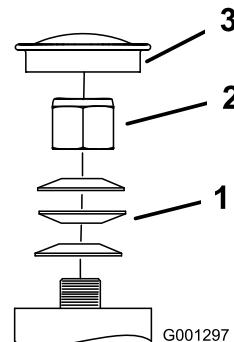

Figure 42
3. Retirez le capuchon anti-poussière de la roue pivotante et serrez le contre-écrou (Figure 42).
4. Continuez de le serrer jusqu'à ce que les rondelles élastiques soient aplatis, puis desserrez-le de 1/4 de tour pour obtenir la précharge correcte des roulements (Figure 42).
Important: Veillez à placer les rondelles comme illustré (Figure 42).
5. Remettez le capuchon anti-poussière en place (Figure 42).